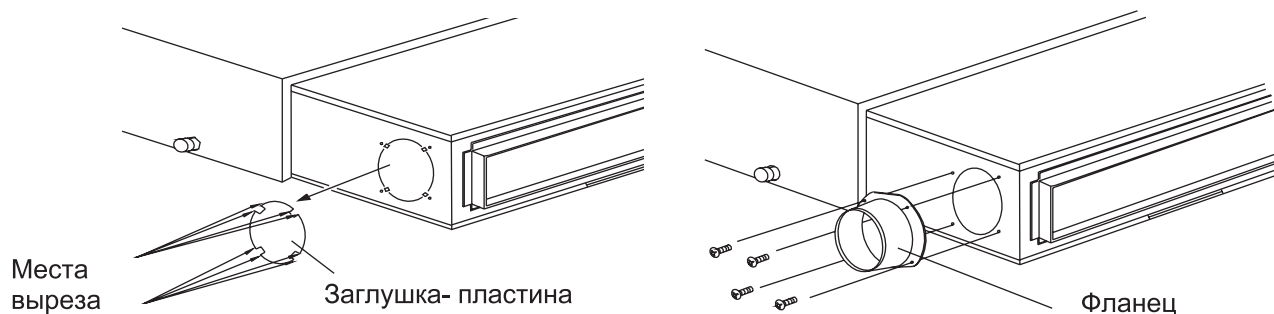

Рис. 10.33 — Установка фланца круглого воздуховода
10.5.9 Установка бокового круглого воздуховода (см. рисунок 10.33)